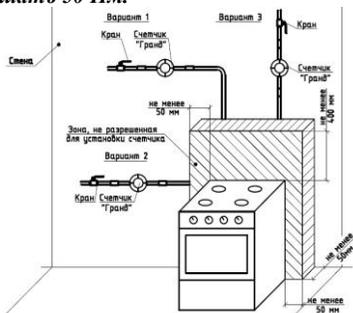

Рисунок 2
5.12.1 Установить счетчик на вертикальном или горизонтальном участке газопровода (рисунок 2).